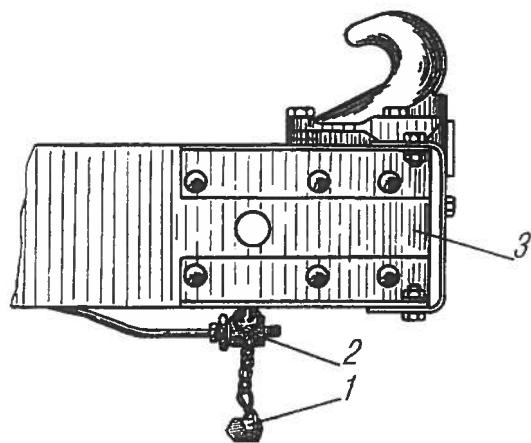

Рис. 18. Клапан боксирный:
**Буксирный клапан** (рис. 18), установленный на правом кронштейне переднего буфера, предназначен для снабжения воздухом тормозной системы автомобиля при буксировании его с неисправным двигателем.